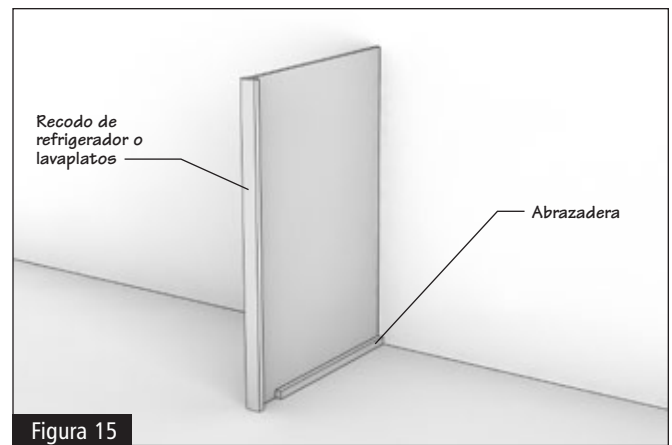

Figura 15
5.2 Al instalar el recodo de un refrigerador o lavaplatos, es importante instalar una abrazadera en el piso para asegurar el panel. Simplemente, corte un trozo de madera de 1x2 de aproximadamente 20" (50,8 cm) de largo, de modo que no quede expuesta a la parte frontal del panel. Luego, asegure al piso con 2 ó 3 sujetadores (tornillos para concreto para pisos de concreto/tornillos para madera para pisos de madera). Asegure la abrazadera al panel (DWR, RR, SFR, etc.) con 2 ó 3 tornillos para madera. (Figura 15)